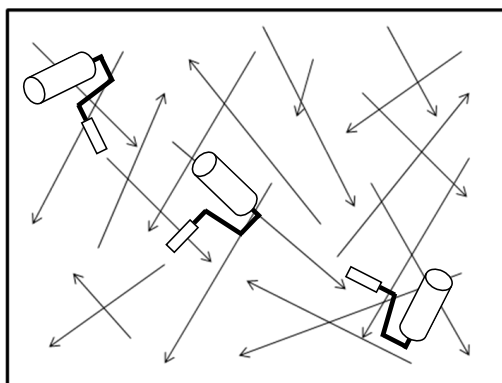

図1 主材3 (1回目) 塗装方法
| 施工方法 | 塗り残しがないようにランダムな方向に 塗布する。(図1) | |
- ・ローラーはランダムな方向に動かし、小刻みに塗り継ぐ。(図1)